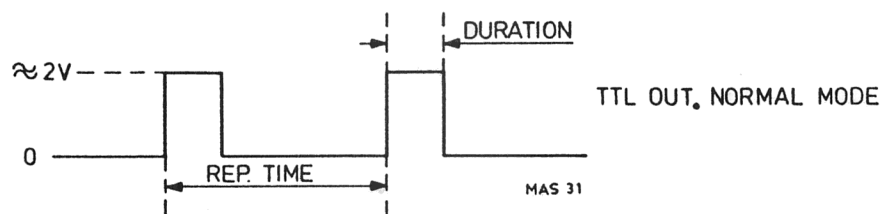
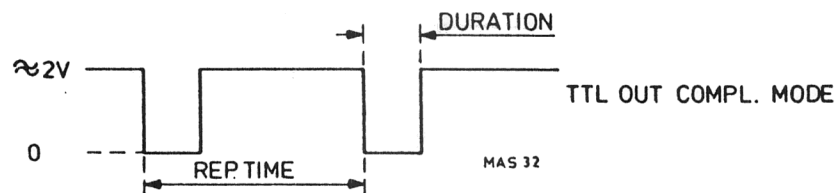

Fig. VI-9 : Impulsion TTL, mode normal PM 5704
Fig. VI-10 : Impulsion TTL, mode complémentaire PM 5704
- Noter la relation entre le temps de répétition et la durée, fig. VI-9 ou fig. VI-10.
Observer l'impulsion TTL normale et complémentaire, fig. VI-9 et fig. VI-10.